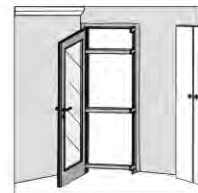

Рис. 14
5.1.7. Поставьте дополнительные распорки на уровне верхних петель и чуть ниже замка. После установки распорок еще раз проверьте притвор двери. Дверная коробка со стороны открывания не должна выступать (рис. 14).